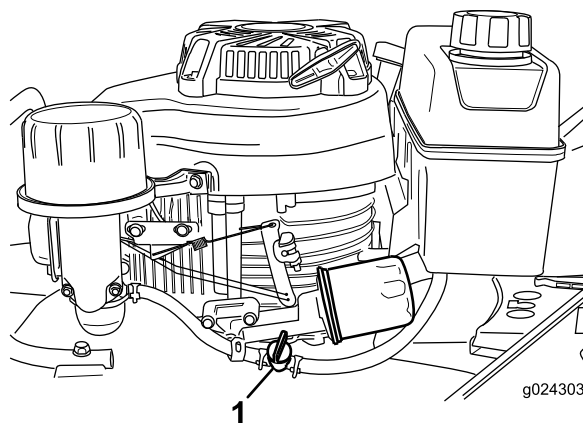

Рисунок 16
2. Откройте топливный клапан (Рисунок 16).